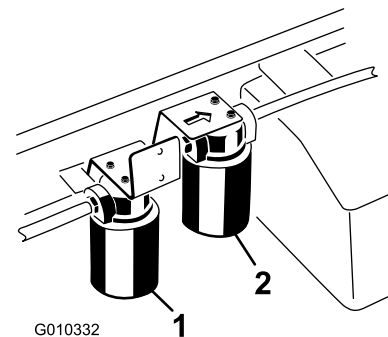

Figure 71
- Placez un bac de vidange sous le filtre et enlevez le filtre (Figure 71).
4. Nettoyez la zone autour de la surface de montage du filtre du système grand débit (Figure 71).